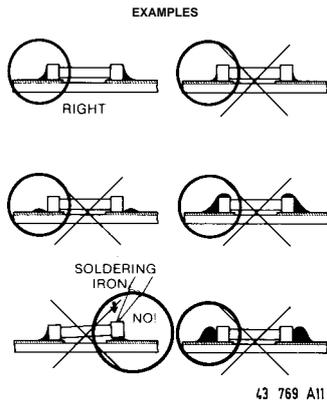

Fig. 5
- g. La quantité de soudure doit être en proportion avec le soudage à réaliser: s'il y a un excédent, le chip pourrait se déchirer et d'autres problèmes pourraient se poser (la platine pourrait être déformée, les connexions pourraient se plier etc.) Voir Fig. 5.